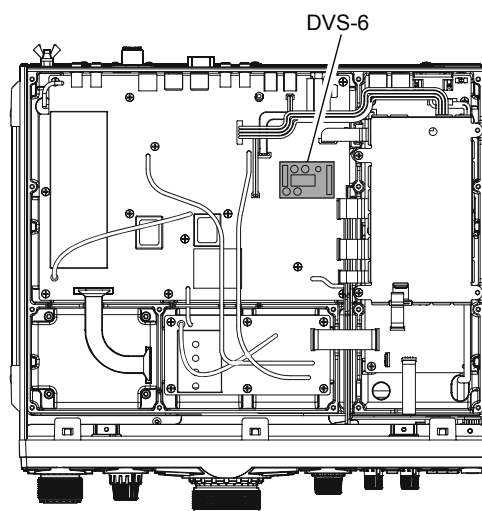

FIGURE 3
5. En se référant à la figure 3, mettre en place le **DVS-6** dans les broches correspondant à son emplacement sur le transceiver. Avec précaution appuyer sur la pièce jusqu'à ce qu'elle soit bien en place dans son connecteur.